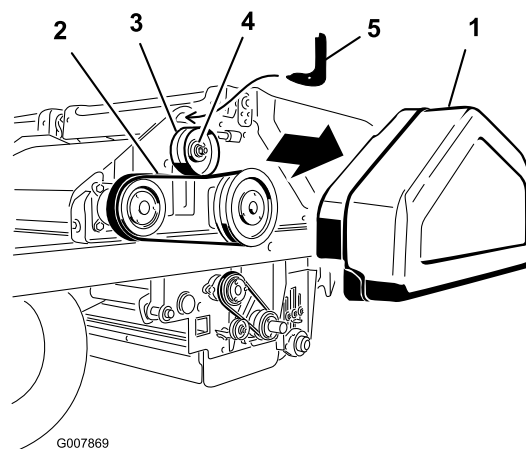

図 56
1. ベルト・カバー（図 56）を取り外す。
2. アイドラ・プーリのナットをゆるめる（図 56）。
3. アイドラ・プーリの上側にある穴に、ベルト張り工具のフック状の端部を入れる（図 56）。ベルト張り工具のカーブのついてる方の端部をアイドラ・プーリに載せる。
4. ベルト張り工具についている穴に、1/2 インチのトルク・レンチのソケットを入れる（図 56）。
5. 工具を手前に回してトルクが 0.6 kg になるようにし、その位置でトルクを保持しながらアイドラ・プーリのナットを締め付ける (図 56)。